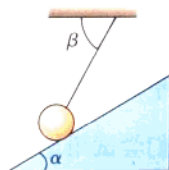

图 1-3-6
3. 在倾角为 α 的光滑的斜面上用细绳吊着一个重 $G = 10 \text{ N}$ 的小球, 小球处于静止状态, 如图 1-3-6 所示, 其中 $\alpha = 30^\circ$ 、 $\beta = 60^\circ$ 。小球受几个力作用? 各力多大?